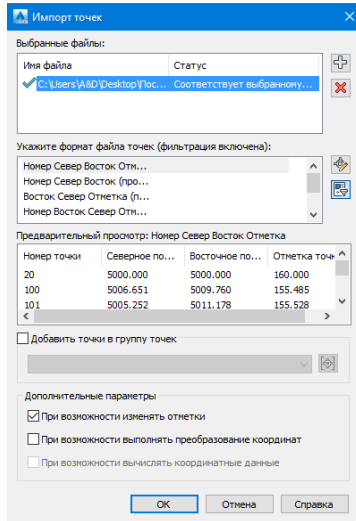

Рис. 9. Диалоговое окно «Импорт точек»
5. После выбора файла точек и задания его формата нажать «ОК», чтобы осуществить импорт точек (рис. 9).